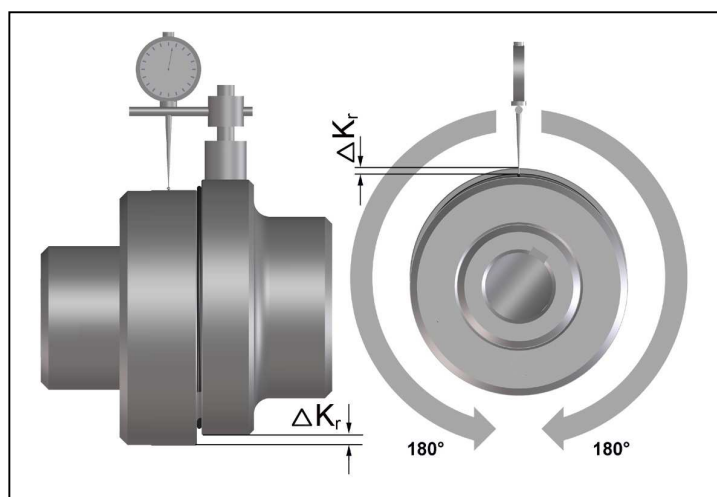

Bild 7
- Vermessen Sie eine ganze Umdrehung (360°). Ermitteln Sie dabei die größte Abweichung ΔK_{r1} sowie die kleinste Abweichung ΔK_{r2} (Bild 7).